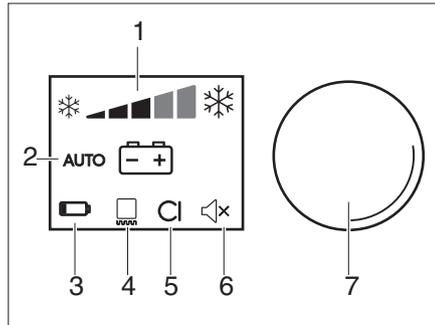

Fig. 88 Boutons de commande pour le réfrigérateur (Dometic Série 10)
- ▶ Régler le mode de fonctionnement sur « **AUTO** » (Fig. 88,2).
- ▶ Régler la température de réfrigération avec le bouton tournant (Fig. 88,7).
- ▶ Appuyer sur le bouton de commande (Fig. 88,7) pendant 4 secondes. Le réfrigérateur est coupé.